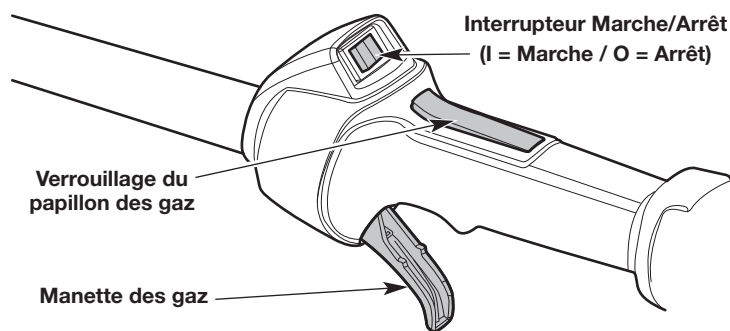

Fig. 10
REMARQUE : il n'est pas nécessaire de démarrer l'appareil. L'interrupteur de marche/arrêt est constamment en position de **Marche (I)** (Fig. 10).
4. Appuyez sur le bouton de verrouillage de la manette des gaz et maintenez-le enfoncé. Serrez la manette des gaz et maintenez-la enfoncée (Fig. 10).
2. Appuyez sur l'interrupteur de marche/arrêt et maintenez-le enfoncé en position **d'Arrêt (O)** jusqu'à ce que le moteur s'arrête complètement (Fig. 10).